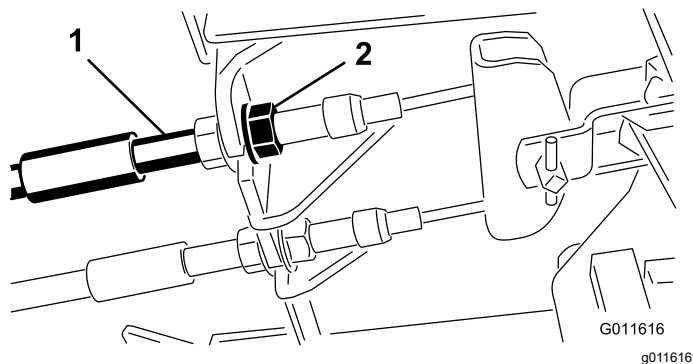

图 45
1. 要缩短刹车踏板的自由行程可以通过松开刹车拉线螺纹端的前螺母紧固刹车图 45。